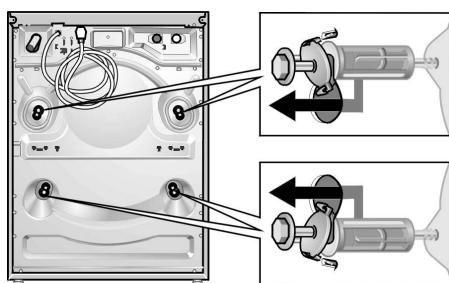

Figure 14
- Enlevez complètement chaque boulon de transport (boulon, ressort, rondelle et douilles). Pour ce faire, introduisez la main par le hublot ouvert et tirez légèrement le tambour en avant (voir **Figure 14**).